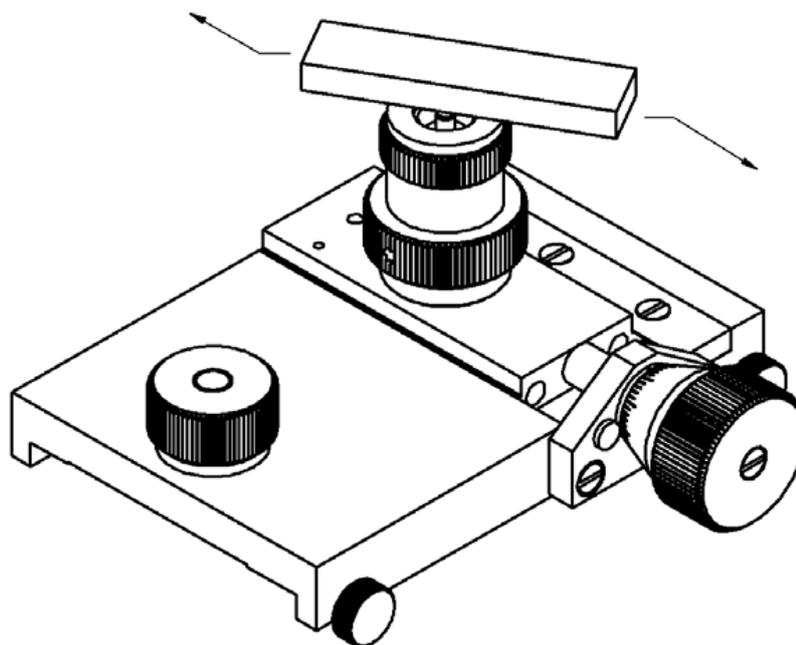

Fig. 19
De petits axes jusqu'à un diamètre minimum de 0,05mm sont contrôlés sur le porte-pince vertical M124-03, (Fig 8). Afin que l'empreinte soit faite sur une surface plate, perpendiculairement au diamant, selon prescription, la pièce est préparée sur place. (Fig. 19) montre la préparation au moyen de la pierre Arkansas (44), sur ce support. La fixation et la préparation des éprouvettes ne doit pas forcément se faire sur le duromètre même. L'accessoire en question peut être enlevé et fixé facilement d'où ce procédé de travail.